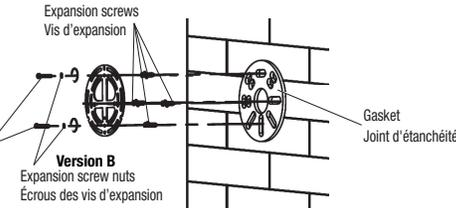

Fig. 2B
3. Drill holes on the wall and insert the four expansion screws (version A). Attach gasket and fix the mounting plate with the nut of expansion screws (Fig. 2B).
NOTE: If this mount version include a recessed junction box (version B), install the mounting plate on the junction box. Attach gasket and fix the mounting plate with the two screws on the junction box (Fig. 2B).
3. Percer les trous sur le mur et insérer les quatre vis d'expansion (version A). Fixer le joint d'étanchéité et la plaque de montage avec les écrous des vis d'expansion (Fig. 2B).
Attachez le joint d'étanchéité et fixez la plaque de montage avec les deux vis de la boîte de jonction (Fig. 2B).